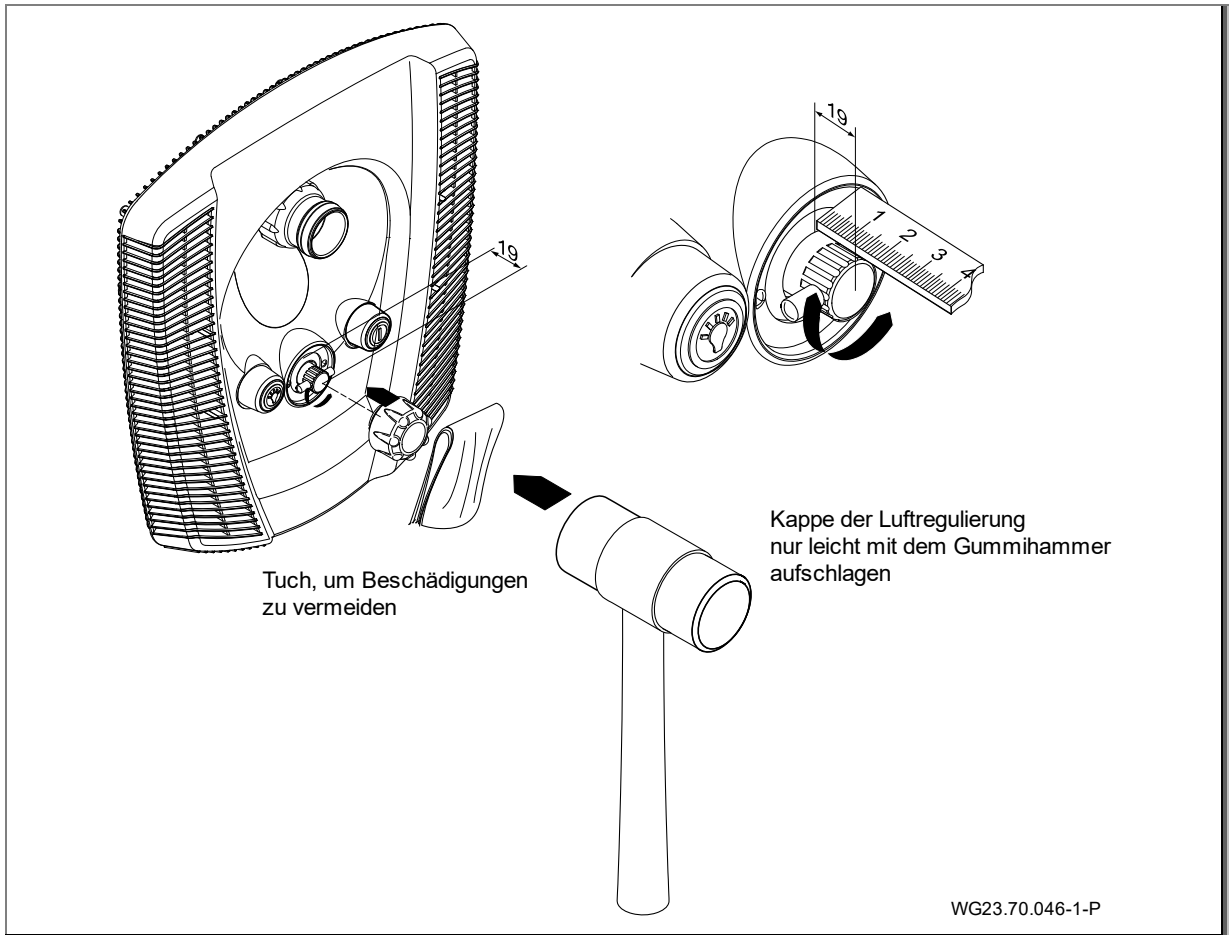

Abb. 20
8. Kappe für Luftregulierung (21) befestigen. (Abb. 20)
9. Jet-Pumpe (92) mit der halben Verschraubung (98, 99, 100), dem Gummiwinkel (79) und den dazugehörigen Klemmen (75) saug- und druckseitig am Einbaugesäß anschließen.